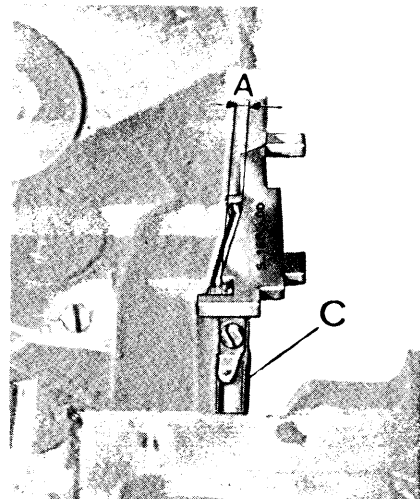

fig. 5
- Appoggiare il calibro S 1686.00 sul piano fresato della base come fig. 5, spostare la leva C e ruotare il crochet (precedentemente soltanto fermato nella sua sede e non bloccato) in maniera di realizzarne la corretta inclinazione.